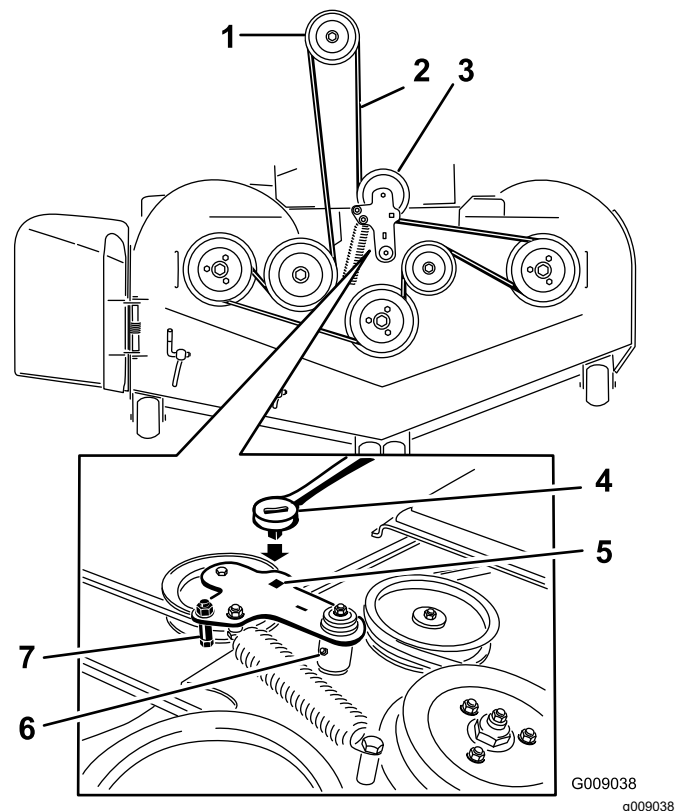

Figure 109
5. Déposez le panneau de plancher et insérez un rochet dans le trou carré de la poulie de tension du tablier (Figure 109).
6. Tournez la poulie de tension dans le sens horaire et déposez la courroie du tablier (Figure 109).